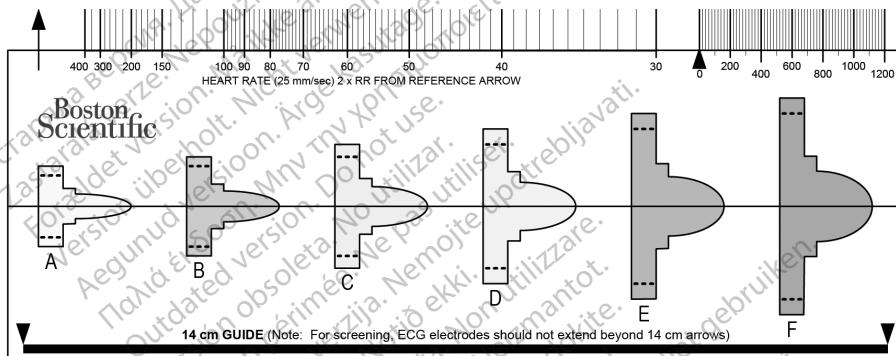

Figura 1. Herramienta de screening del paciente
La herramienta de seguimiento del paciente, modelo 4744 (Figura 1 Herramienta de screening del paciente en la página 20) es una herramienta de medida personalizada hecha de plástico transparente anotado con perfiles coloreados. Para facilitar la referencia, se asigna una letra (A, B, C, D, E, F) a cada perfil coloreado. Los perfiles están diseñados para asegurar el funcionamiento correcto del dispositivo al identificar características de señalización que pueden provocar resultados de detección insatisfactorios para el paciente antes del implante. El proceso de seguimiento del paciente se completa en tres pasos: (1) Obtención del ECG de superficie, (2) Evaluación del ECG de superficie y (3) Determinación de un vector de detección aceptable.